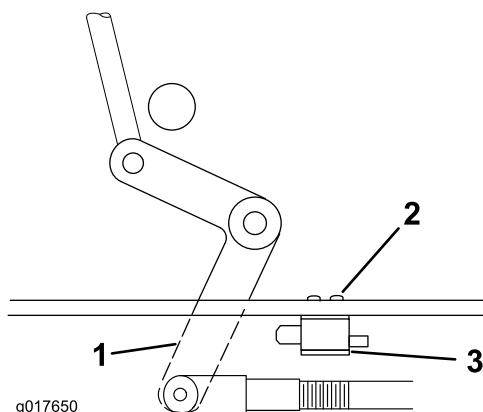

Figure 52
4. Le cas échéant, réglez le contacteur de sécurité des lames en desserrant les boulons de fixation du support du contacteur (Figure 52).
5. Déplacez le support de fixation jusqu'à ce que le levier coudé enfonce le plongeur de 6 mm (1/4 po); voir (Figure 52).